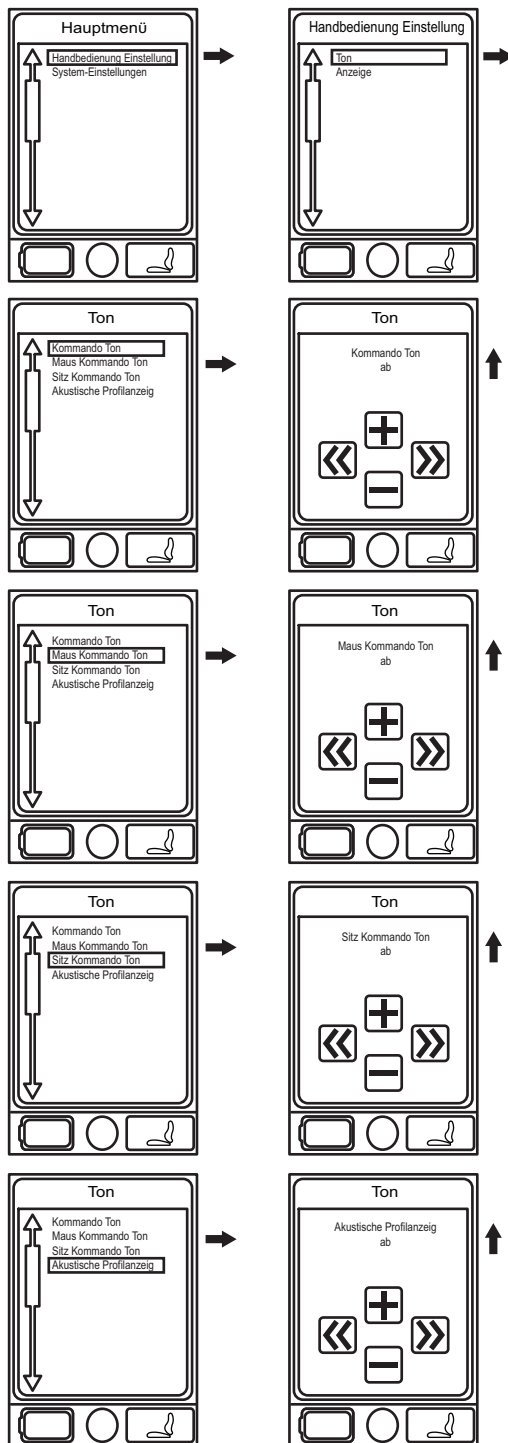

Abb. 2B. Hauptmenübildschirm
2. Drücken Sie die Menütaste, um das Hauptmenü aufzurufen. **Siehe Abb. 2B.**
3. Markieren Sie mit dem Joystick die Option "Handsteuerungseinstellungen" und drücken Sie dann den Joystick nach rechts, um diese Funktion auszuwählen. **Siehe Abb. 2B.**
6. Markieren Sie mit dem Joystick die Option "Max" und drücken Sie dann den Joystick nach rechts, um diese Funktion auszuwählen. **Siehe Abb. 2B.**
7. Drücken Sie den Joystick nach links, um die ESC-Option auszuwählen und wieder zum Menü für Ton und Bildschirmanzeige zurückzukehren. **Siehe Abb. 2B.**